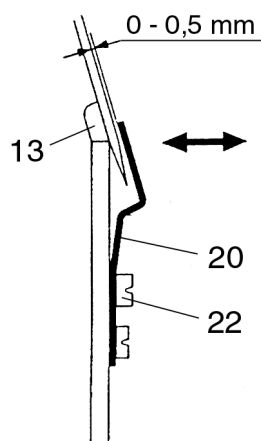

Рис. 40
В тот момент, когда носик петлителя 2-ниточного цепного стежка 13 при движении влево установится точно на осевой линии иглы "L0" или "L2", расстояние между иглой и передним игольным предохранителем 20 должно составлять 0 - 0,05 мм (рис. 40).
- Поверните установочный винт 22 таким образом, чтобы зазор между иглой и предохранителем был равен 0 - 0,05 мм согласно рис. 40.